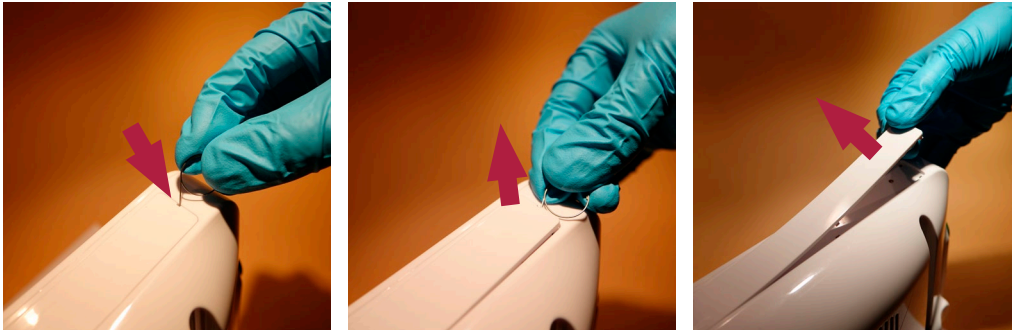

Figure 4 - Retrait des plaques nominatives
- Retirer les plaques nominatives portant le logo Ambu en haut et en bas de l'écran (Figure 4)**